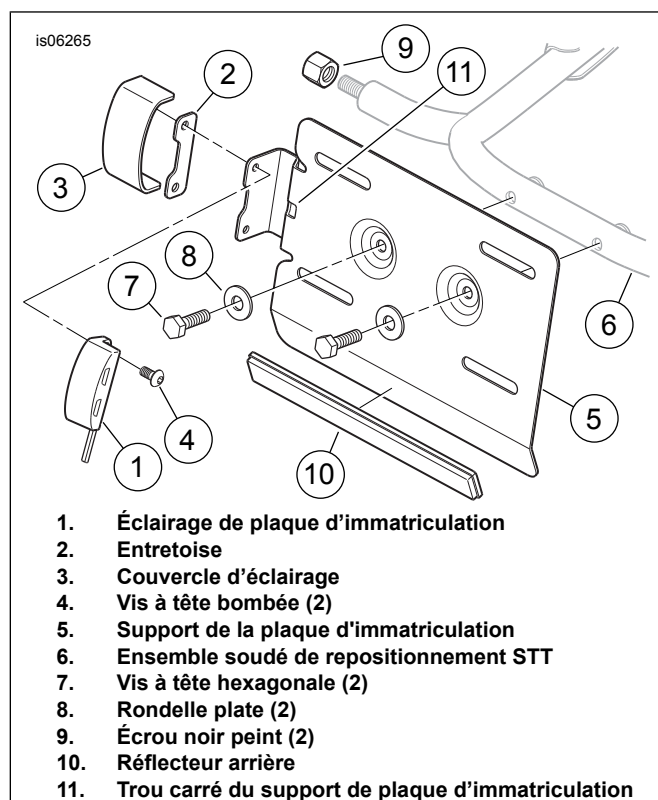

Figure 1. Installation de l'éclairage de la plaque d'immatriculation
2. Voir Figure 1. Monter l'éclairage (1), l'entretoise (2) et le couvercle (3) sur le support de plaque d'immatriculation (5) dans la séquence indiquée et serrer bien les vis (4).
3. Prendre l'ensemble soudé de repositionnement STT (6), deux vis (7) et deux rondelles plates (8) du kit.
2. Voir Figure 1. Introduire le conduit de fil d'éclairage de plaque d'immatriculation par le trou carré (11) sur le côté gauche du support de plaque d'immatriculation.